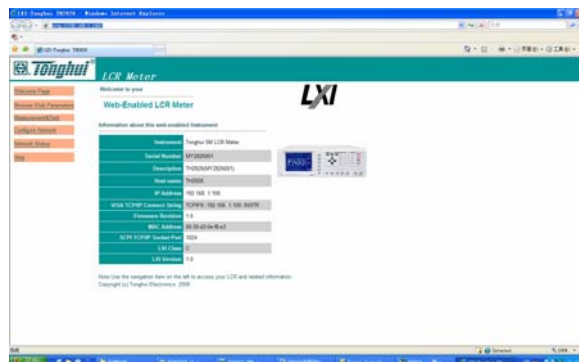

图 7-7 通过浏览器访问 TH2826
- (1) 启动 Internet Explorer。
- (2) 在地址字段键入 http://192.168.1.100/, 再按回车键。
- (3) 显示 Web 服务器的启动屏幕, 如图 7-7 所示。